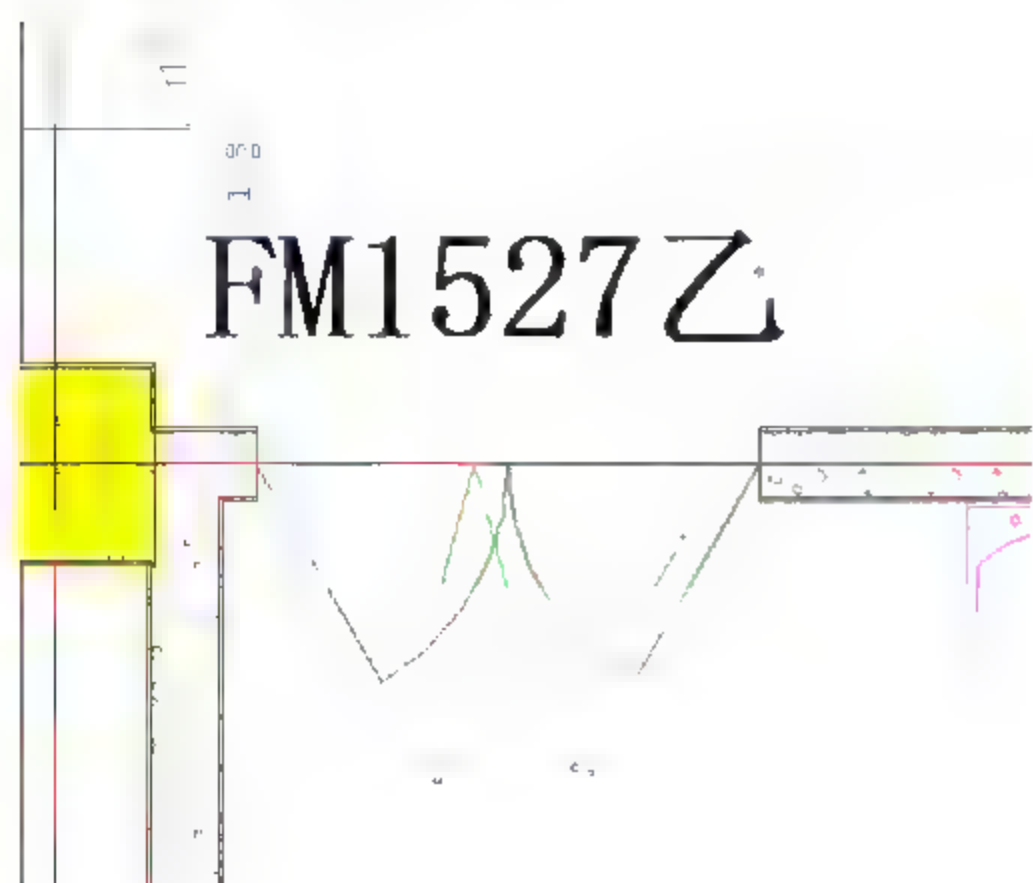

图 10.4.10 插入“FM1527 乙”门族
(4) 插入“FM1527 乙”门族。选择“建筑”→“门”命令（或者按快捷键 **D+R**），在相应的地方插入族，如图 10.4.10 所示。移动“FM1527 乙”族，先选择已经插入的门族，按快捷键 **M+V**，移动“FM1527 乙”，将“1”点移动到“2”点对齐，如图 10.4.11 所示。移动完成的图如图 10.4.12 所示。然后插入其他的“FM1527 乙”族。可以按上述步骤直接插入，也可以按 **Esc** 键退出门的绘制，然后进行复制插入，选中刚才插入的门族，按快捷